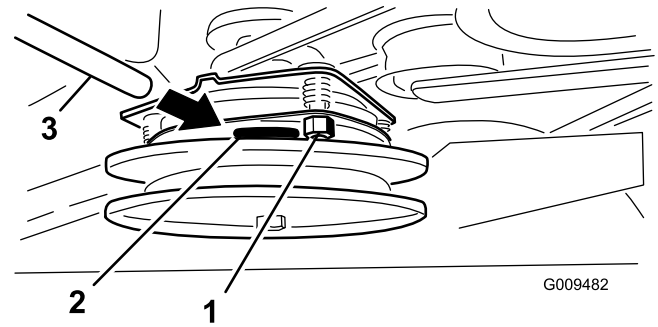

Bild 59
- Sollte eine Einstellung erforderlich sein, stellen Sie 0,381 mm für jede der drei Einstellungsschlitzpositionen ein. Ziehen Sie die Sicherungsmuttern fest, bis die Fühlerlehre etwas fest sitzt, jedoch leicht bewegt werden kann (Bild 59).